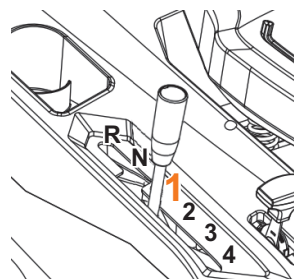

Рис. 18
- Переместите рычаг переключения передач в первое положение (Рис. 18).